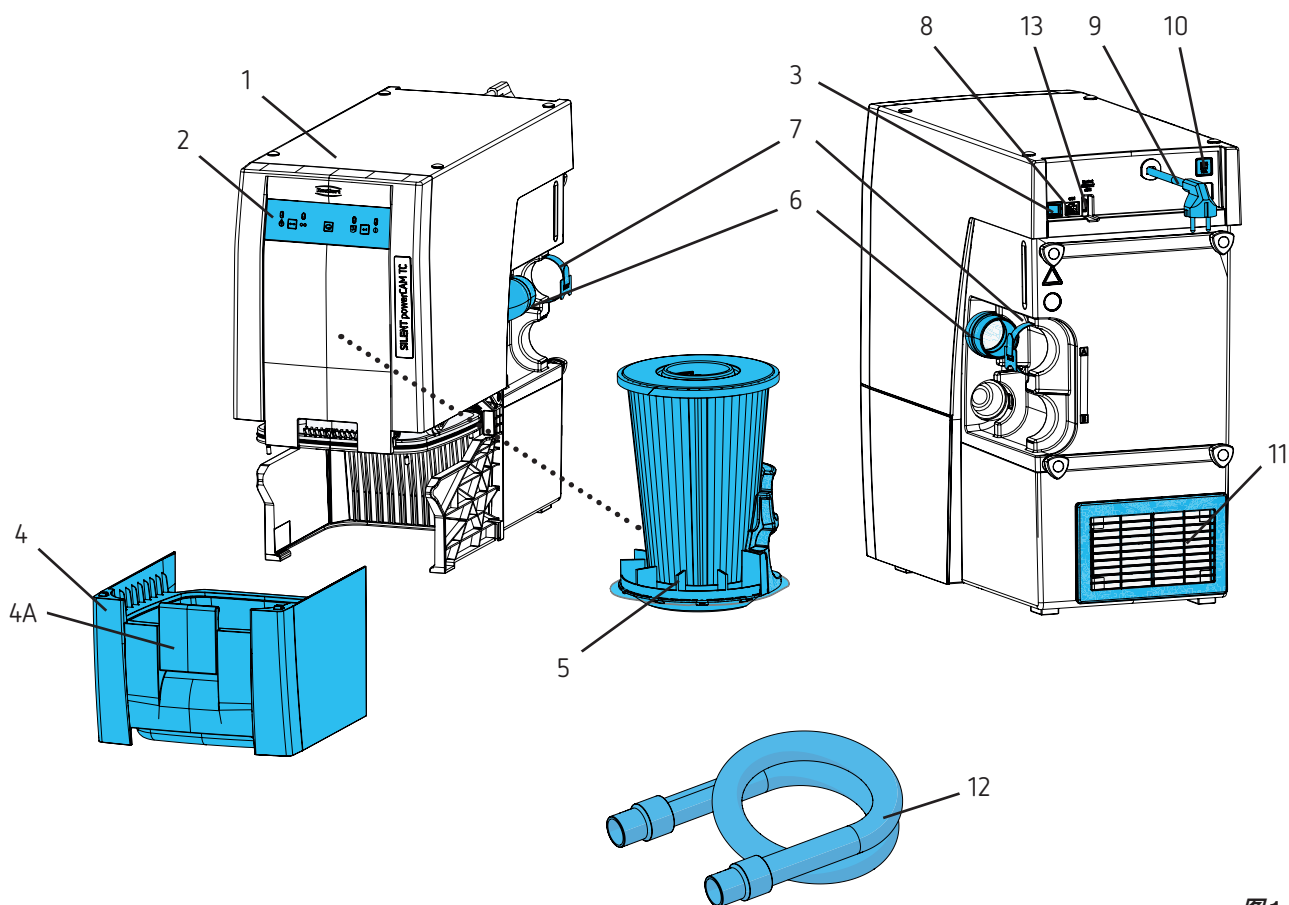

图1
- 排气出口（图 1 的 11）未被堵塞；
- 外置排气管 (A) (参见第 4.6 章)。
- 机柜 (B) 后面板的开口，最小 250 x 120 毫米，要正对排气出口（图 1 的 11）。
- 拆下机柜的背面板 (C)，从机柜背面到墙壁距离至少要有 50 毫米。
⇒ 通过开 / 关（图 1 的 3）关掉机器，
⇒ 展开电源线（图 1 的 9），将电源插头插入电源插座。